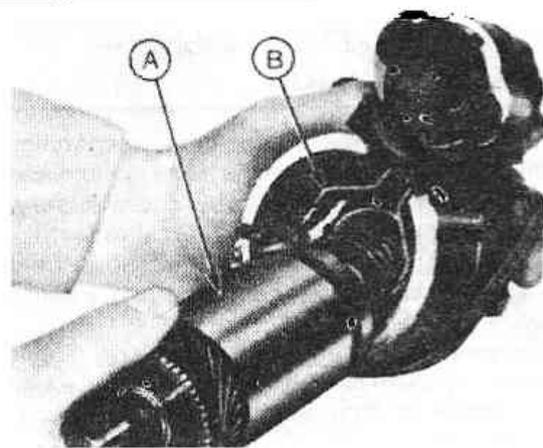

Рис. 10.9. Отсоединение приводного рычага (В) и якоря (А) (Разд. 17)
5. Отсоедините якорь от передней части корпуса, разъединив приводной рычаг и муфту шестерни (Рис. 10.9). Выньте из корпуса резиновую прокладку и муфту.